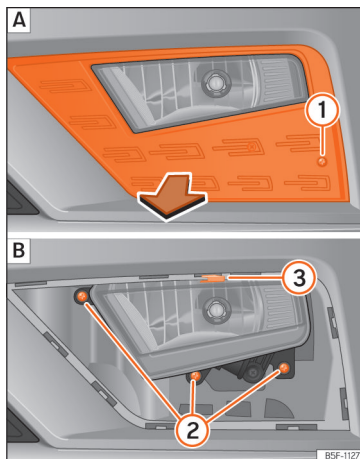
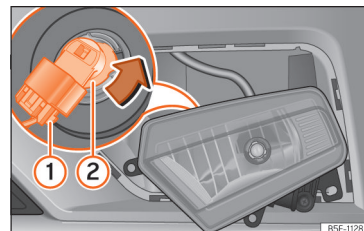

Abb. 61 Nebelscheinwerfer: Gitter herausziehen.
Abb. 62 Nebelscheinwerfer: Lampenhalter ausbauen
- Schraube » Abb. 61 ① A mit einem Schraubendreher aus der Blende des Nebelscheinwerfers herauserschrauben und Blende herausziehen.
- Entfernen Sie die 3 Schrauben » Abb. 61 ② B.
- Ziehen Sie die Metallklammer an der Oberseite des Nebelscheinwerfers zur Außenseite des Fahrzeuges ab ③ B und entfernen Sie den Nebelscheinwerfer.
- Ziehen Sie den Stecker » Abb. 62 ① von der Lampe ab.
- Drehen Sie den Lampenträger ② nach links und ziehen Sie.